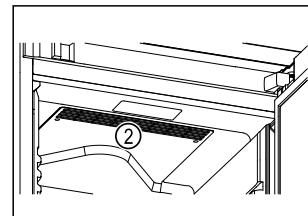

Fig. 65
- 内部循环风机的通风槽 Fig. 65 (2) 保持畅通。